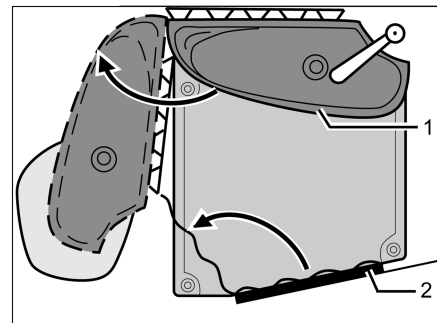

Bild 361 Vario-Toilette
- Waschbecken mit Rückwand (Bild 361,1) in Pfeilrichtung drehen.
- Den Toilettenraum betreten und die Toiletten-Eingangstür (Bild 361,2) von innen schließen und verriegeln.